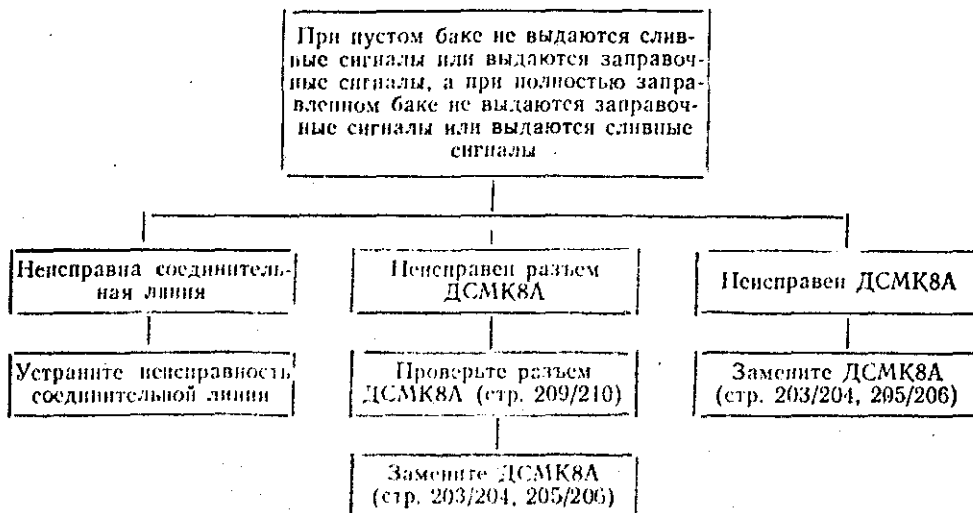

Рис. 103. Схема отыскания и устранения неисправностей
- 2.1. Устанавливайте неисправные элементы по схеме, приведенной на рис. 103, в следующем порядке: